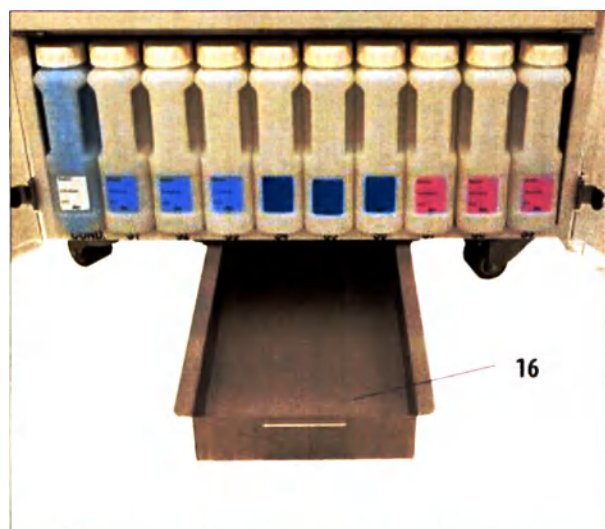

Рис. 53
- Приёмная ванна (16) находится под блоком реактивов. Она служит для сбора пролитых или просыпанных реактивов и предотвращает образование загрязнений внутри прибора и под ним. Объём составляет ок. 5 л.
- Приёмную ванну (16) следует регулярно проверять на наличие пролитых реактивов. Для этого выдвиньте ванну за ручку вперёд (рис. 53) и при необходимости опорожните.